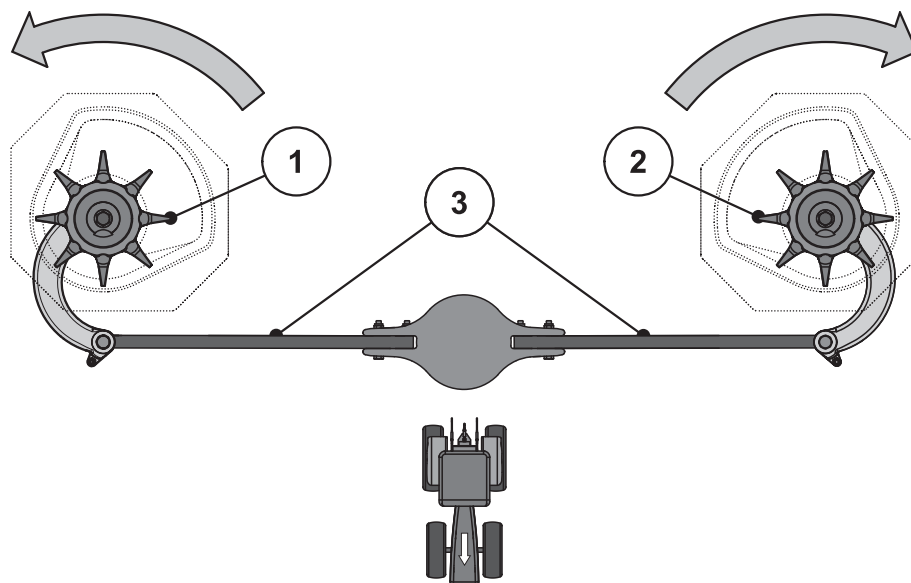

Bild 9.9: Kontrollera omrörardriften.
2. Vrid omröraren manuellt i **spridartallrikens vridriktning**. Se Bild 9.9.
3. Skruva fast omrörarhuvudet manuellt eller med hjälp av ett kraftigt oljefilterband mot **spridartallrikens vridriktning**. Se Bild 9.9.